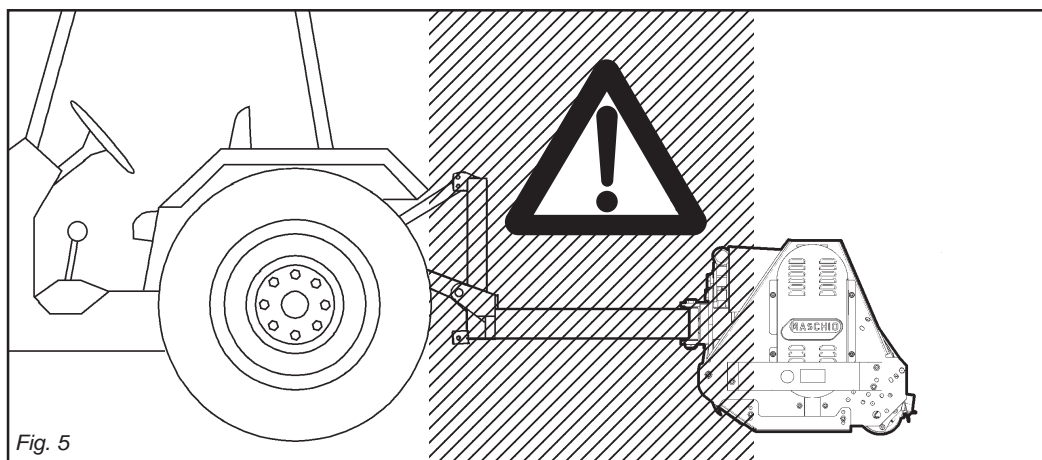

Fig. 5
- 27) È assolutamente vietato interporci tra il trattore e la macchina (Fig. 5) con motore acceso e cardano inserito nonché senza aver azionato il freno di stazionamento. Mantenersi ad una distanza di sicurezza dalla macchina in lavoro, per possibili lanci di corpi contundenti.
- 30) È assolutamente vietato interporci fra il trattore e l'attacco della macchina per manovrare il comando dall'esterno per il sollevamento (Fig. 5).
- 27) *It is absolutely forbidden to stand between the tractor and the implement (Fig. 5) when the engine is running and the cardan shaft is engaged without having first engaged the hand brake. Keep a safe distance from the shredder at work to avoid being hit by possible flying stones, etc.*
- 30) *It is absolutely forbidden to stand between the tractor and the implement when manoeuvring the lift control from the outside (Fig. 5).*
- 27) Il est absolument interdit de se mettre entre le tracteur et l'appareil (Fig. 5) quand le moteur est en marche et le cardan enclenché, sans avoir tiré le frein de stationnement. Se tenir à une distance de sécurité du broyeur en fonctionnement, à cause du lancement possible d'objets contondants.
- 30) Il est absolument interdit de se mettre entre le tracteur et l'attelage pour manœuvrer la commande de relevage de l'extérieur (Fig. 5).
- 27) Es ist absolut verboten, bei laufendem Motor und eingeschalteter Gelenkwelle zwischen den Schlepper und das Gerät zu treten (Abb. 5). Dazu muß die Feststellbremse gezogen werden. Achten Sie bei der Arbeit mit der Häckselmaschine auf den nötigen Sicherheitsabstand aufgrund der Auswurfgefahr stumpfer Gegenstände.
- 30) Es ist absolut verboten, zwischen den Schlepper und den Anschluß zu treten, um die Aushebung von außen zu betätigen (Abb. 5).
- 27) Está terminantemente prohibido colocarse entre el tractor y el equipo (Fig.5) con motor encendido y cardán insertado, o sin haber accionado el freno de estacionamiento. Manténgase a una distancia de seguridad del triturador durante el trabajo, porque puede proyectar objetos.
- 30) Está absolutamente prohibido colocarse entre el tractor y el enganche para maniobrar el mando desde el externo en la fase de elevación (Fig. 5).